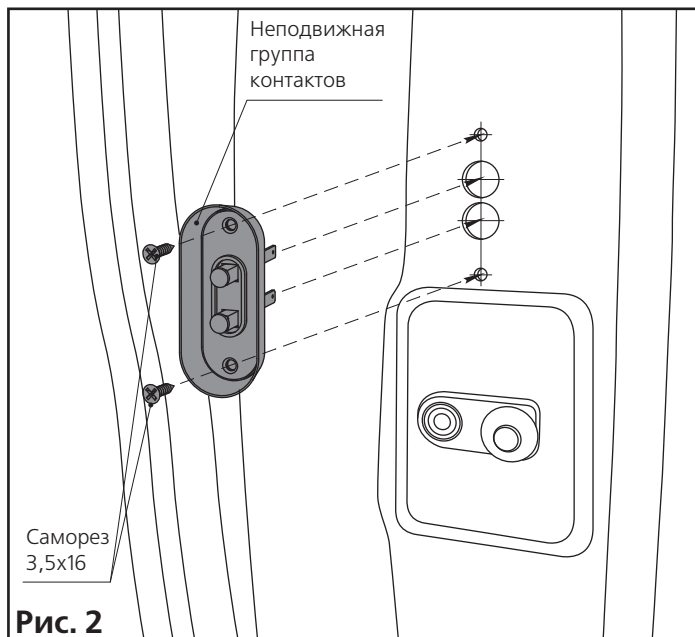

Рис. 2
2.2.4 Приоткройте защитную плёнку сдвижной двери для доступа к замку двери (рис. 2).
2.2.6 Открутите штатный винт крепления правого бокового заднего стекла на задней стороне (рис. 2).